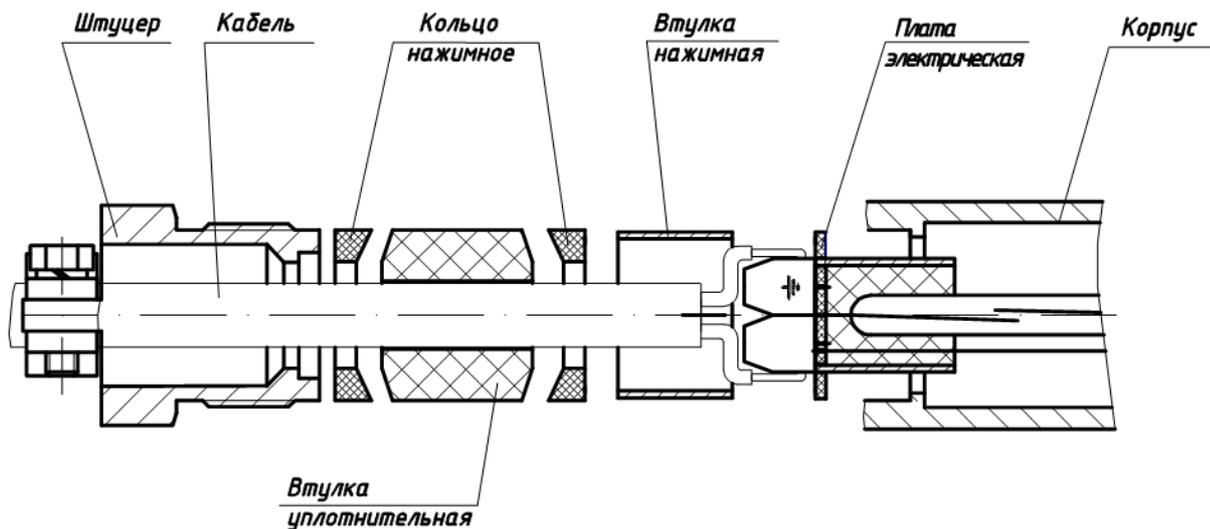

Рисунок 4. Порядок подключения Извещателей моделей 01. 02
- 1) открутить штуцер и вынуть из корпуса кольца нажимные, уплотнительную, нажимную втулки и электрическую плату (см. рисунок 4);